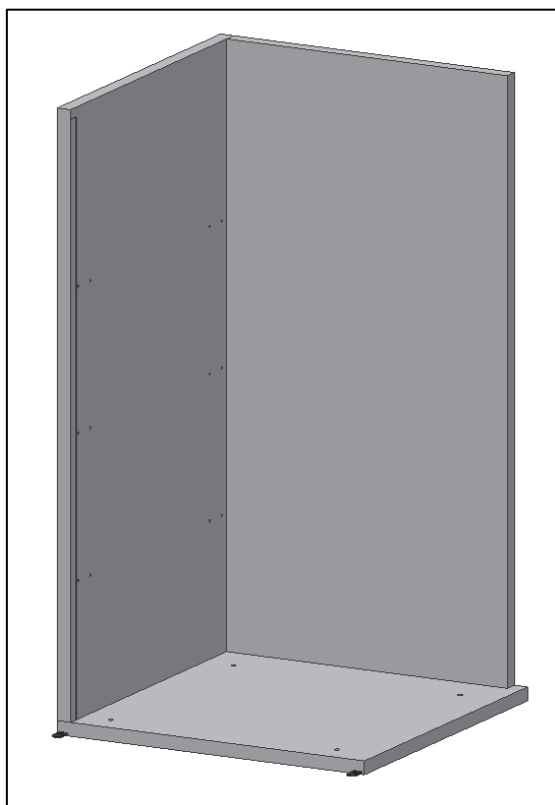

Fig. 4
- Encaixar **painel lateral esquerdo** sobre o painel do fundo e apertar apenas ao fundo (Fig.4).